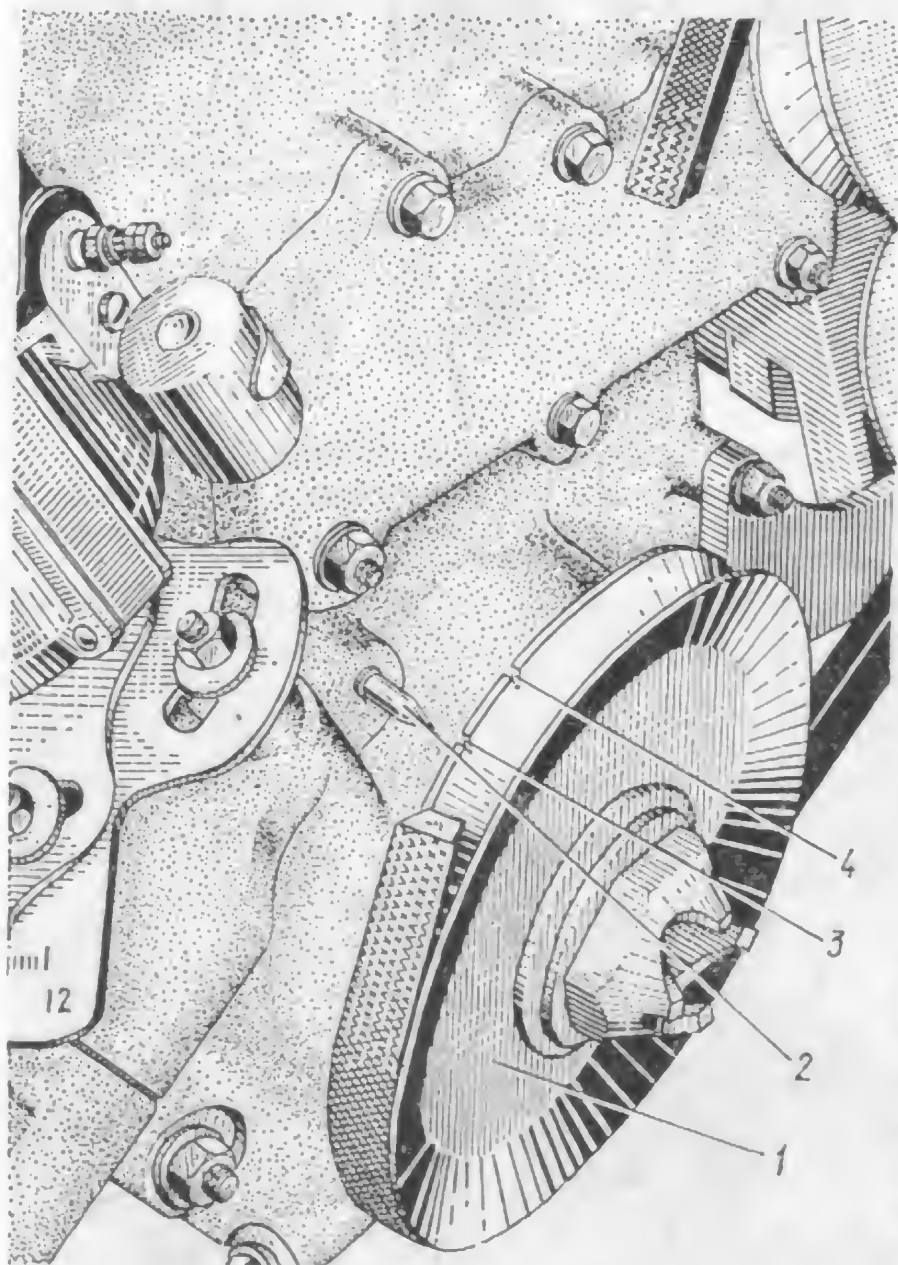

Bild 61. Einstellmarken auf der Riemenscheibe der Kurbelwelle :
2. Kolben des ersten Zylinders (am Kühler) in oberen Totpunkt (oT) des Verdichtungshubs einstellen (beide Ventile geschlossen), indem die Kurbelwelle des Motors mit der Antriebskurbel derart durchgedreht wird, daß Marke 3 (Bild 61) — die zweite in Drehsinn der Kurbelwelle — die als keilförmige Marke auf Riemenscheibe 1 aufgetragen ist, mit der Spitze des Einstellstifts 2 zusammenfällt, der am unteren Deckel des Gehäuses der Steuerräderkette befestigt ist.